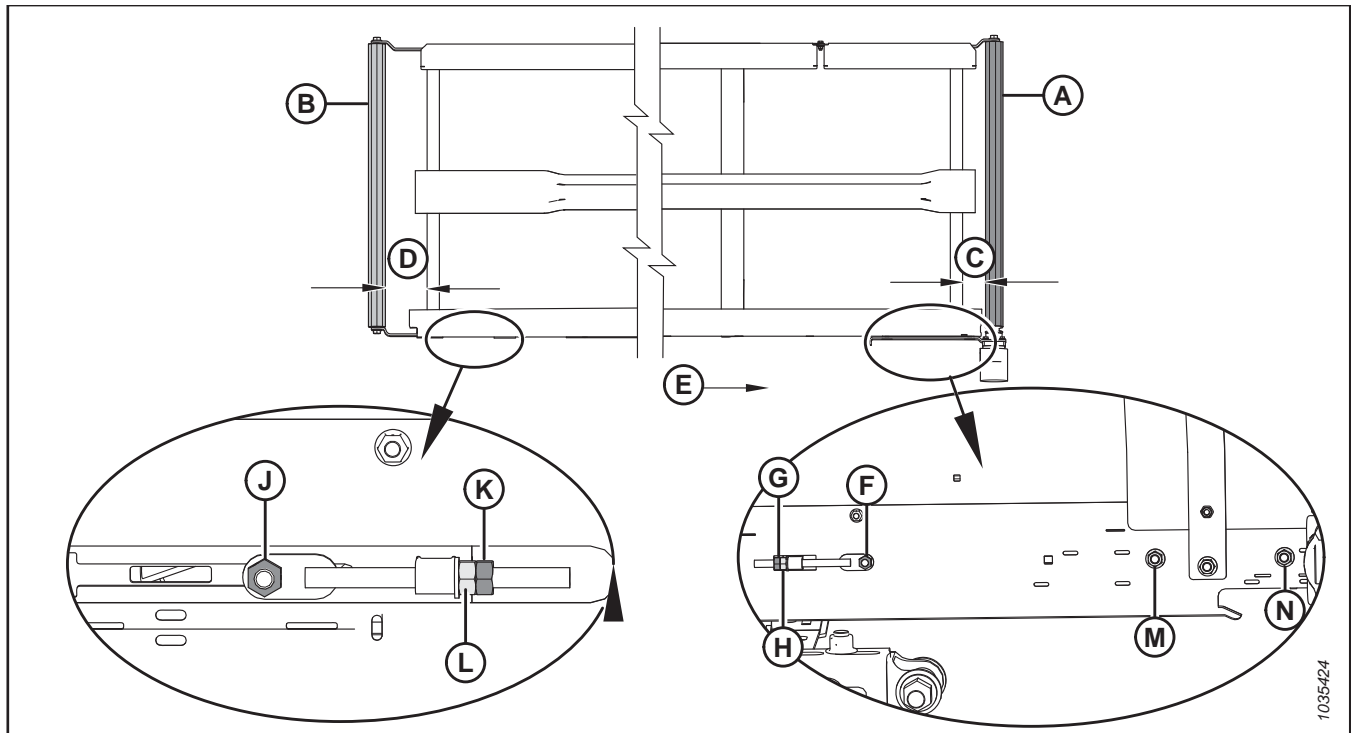

Abbildung 4.250: Einstellung der Seitenband-Spurführung – linkes Seitenband
2. Gehen Sie wie folgt vor, um mit der Antriebsrolle (A) die Einstellung **C** (siehe Tabelle 4.2, Seite 435 und Abbildung 4.250, Seite 435) nachzustellen:
- a. Die Muttern (F), (M) und (N) und Kontermutter (G) lösen.
- b. Stellmutter (H) drehen.
- c. Die Muttern (F), (M) und (N) und Kontermutter (G) anziehen.
3. Gehen Sie wie folgt vor, um mit der Spannrolle (B) die Einstellung **D** (siehe Tabelle 4.2, Seite 435 und Abbildung 4.250, Seite 435) nachzustellen:
- a. Schraubenmutter (J) und Kontermutter (K) lockern.
- b. Stellmutter (L) drehen.